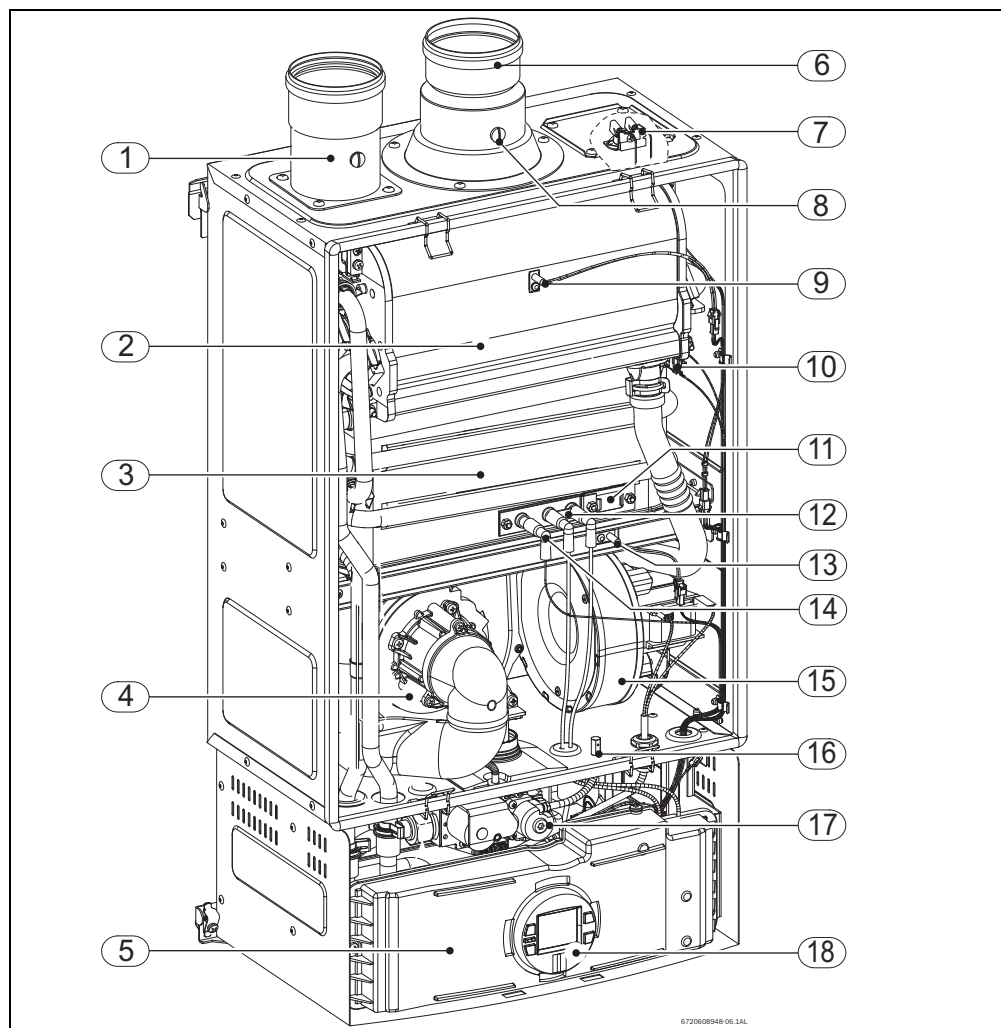

Fig. 2
Sempre que se abrir uma torneira de água quente, o sensor de caudal de água (Fig. 2, pos. 2) envia um sinal à unidade de comando, dando início ao ciclo de funcionamento: